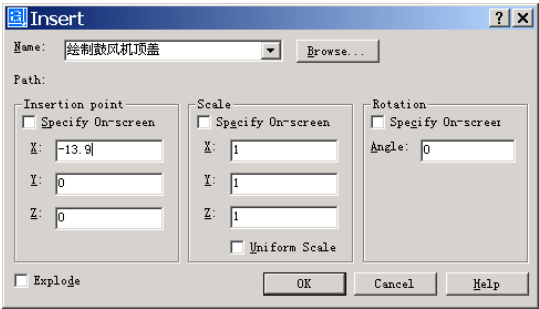

图 31.78 设置顶盖插入点位置
(5) 同样，用 INSERT 命令插入顶盖，与前面不同的是，在如图 31.78 所示的 Insert (插入) 对话框中设置插入点为 (-13.9, 0, 0)。